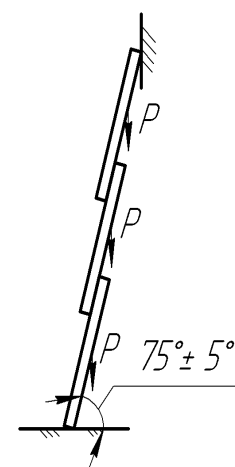

Рис. 4
- 0,98±0,05 кН (100±5 кгс) – одновременно на каждое колено посередине к средней ступени, рис. 4